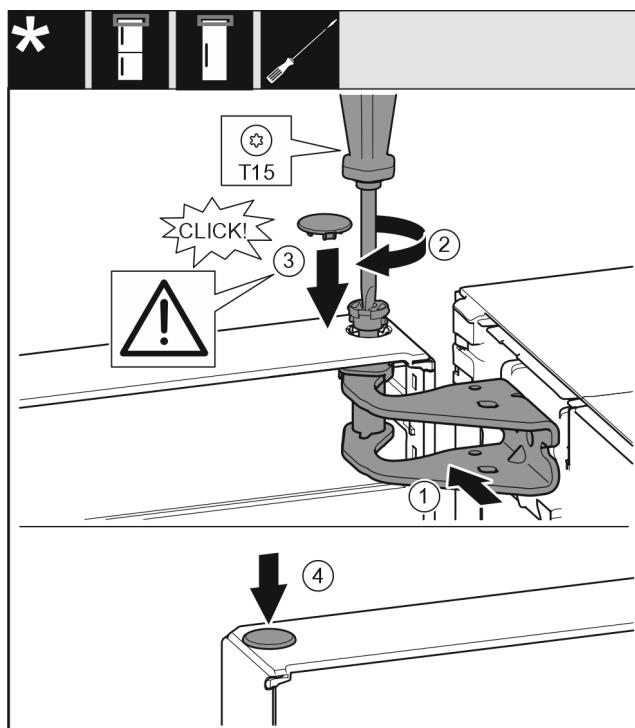

Fig. 19
- ▶ Вирівнюйте дверцята зверху по отвору в опорному кронштейні. Fig. 19 (1)
- ▶ Вставте палець та закрутіть за допомогою викрутки T15. Fig. 19 (2)
- ▶ Встановіть захисну кришку для захисту дверцят: вставте захисну кришку і проконтролюйте, щоб вона прилягала до дверцят. Якщо це не так, повністю вставте палець. Fig. 19 (3)
- ▶ Вставте пробку. Fig. 19 (4)